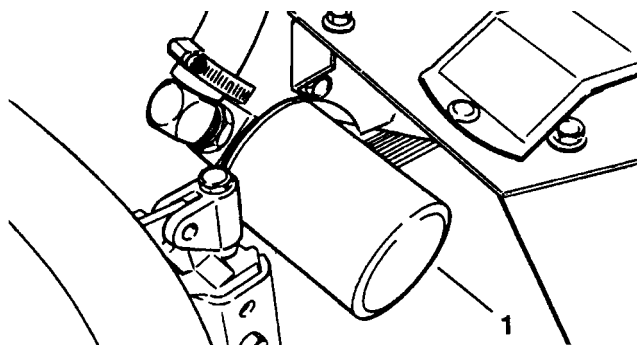

図30
2. フィルタのみの交換であれば、キャップをはずし、タンク プラグ (図30) を差し込みます。